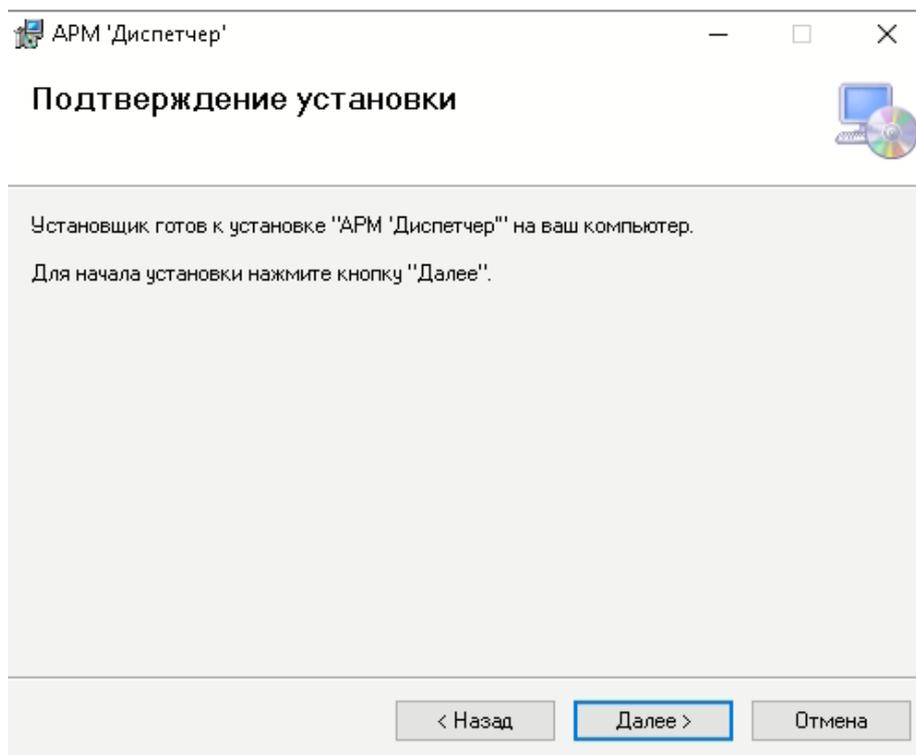

Рисунок 6 – Окно подтверждения установки
– на экране появится окно подтверждения установки (рисунок 6), в котором следует подтвердить установку с помощью кнопки «Далее» (см. рисунок 6). Будет запущен процесс установки.